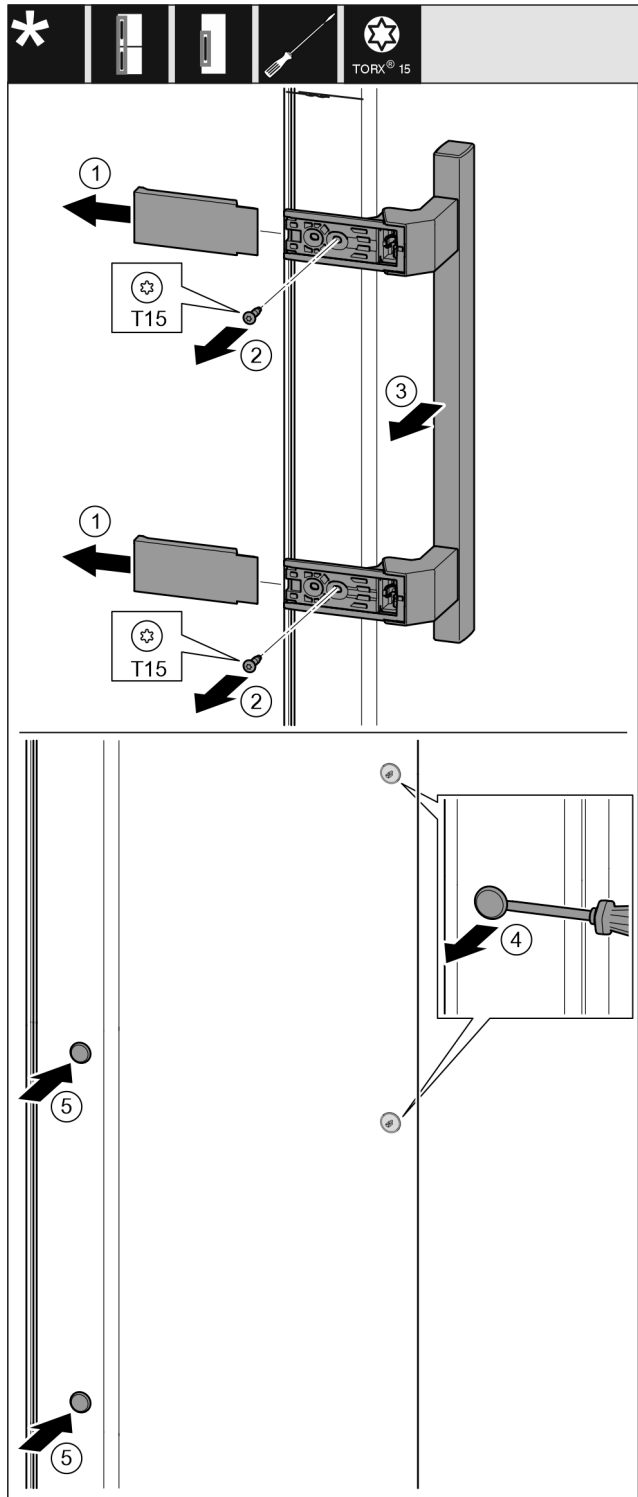

Fig. 18
- Trekk av dekselet. Fig. 18 (1)
- Skru ut skruene med skrutrekkeren Torx 15. Fig. 18 (2)
- Fjern håndtaket. Fig. 18 (3)
- Løft pluggene på siden forsiktig med en skrutrekker og trekk dem ut. Fig. 18 (4)
- Sett igjen inn pluggen på den andre siden. Fig. 18 (5)